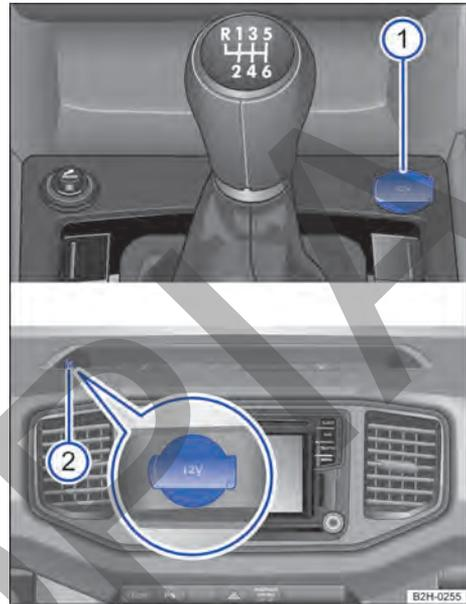

Fig. 117 Tomas de corriente de 12 voltios delanteras.
- en la parte delantera de la consola central → fig. 117 ①;
- en el portaobjetos del tablero de instrumentos → fig. 117 ②;